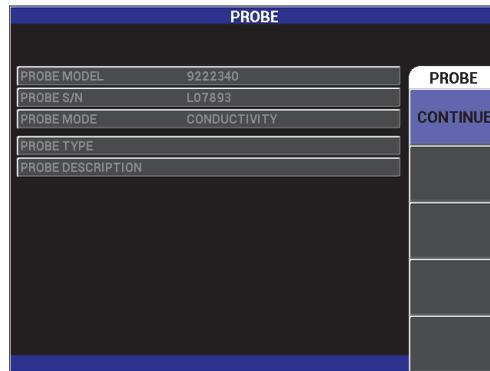

Figura 5-48 Accesso alla funzione di conduttività
1. Collegare il cavo della sonda di conduttività al connettore PROBE del NORTEC 600 per accedere alla funzione di conduttività (vedere Figura 5-48 a pagina 172).